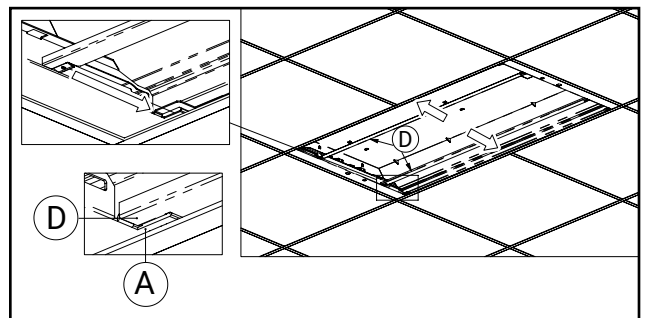

Figure 7.
7. Installez les rails de garniture (D) entre le chemin lumineux encastré et la grille en T, en veillant à insérer les languettes de coin dans la fente correspondante sur le rail d'ancrage (fig. 7).